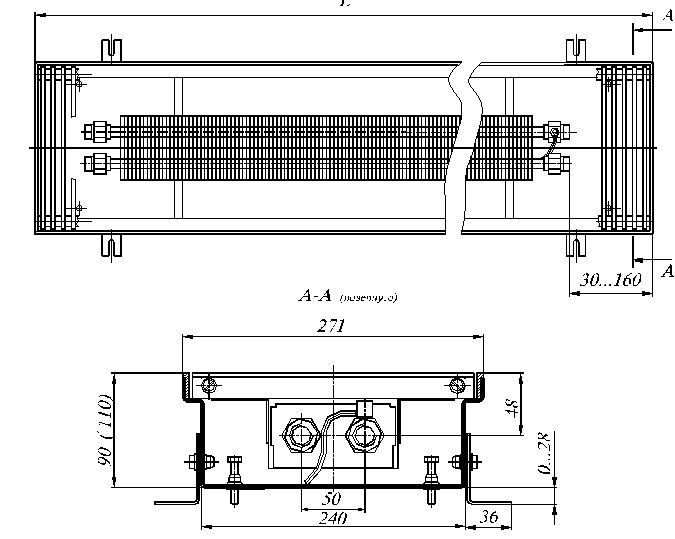

Рис. 2 Конвектор КРКП 27.09(11).60...300 проходной
- 5.2 Конвектор монтируется в пол, для этого необходимо установить корпус конвектора в заранее подготовленный канал в полу и выровнять его по уровню чистого пола, с помощью упорных болтов 4 закрепив опорами 5 (см. Рис.2).